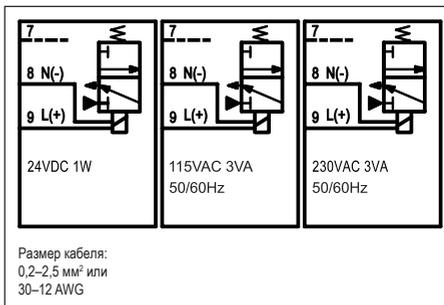
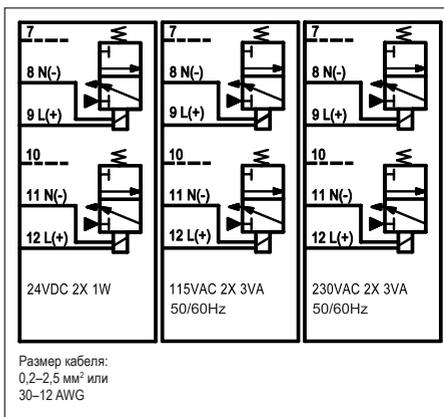

Рис. 4.5 Проводные соединения регулирующего клапана по умолчанию
Рис. 4.6 Проводные соединения регулирующего клапана с отключением в последнем положении
4. Для нормальной работы выполните электрические подключения в соответствии с рис. 4.5. Для приводов двойного действия с функцией отключения в последнем положении выполните электрические подключения в соответствии с рис. 4.6.